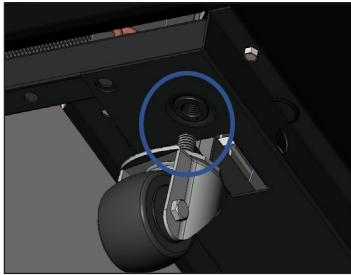

Fig. 6. Desserrez le boulon des roulettes.
1. Desserrez suffisamment le boulon à roulette pour coulisser les cales de roulette fournies entre le roulement de la roulette et le rail inférieur de l'armoire. Voir fig. 6.